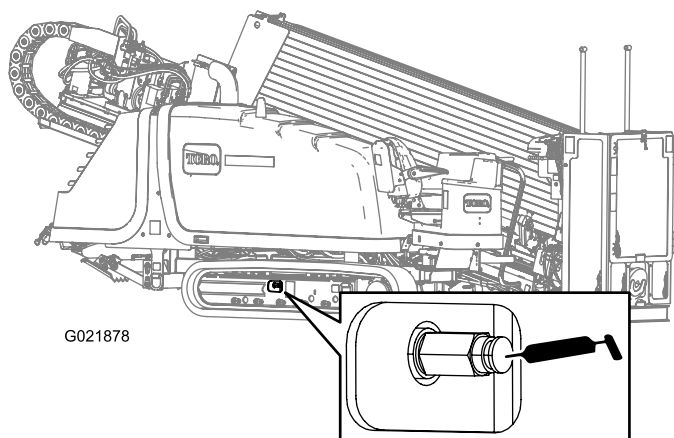

Figure 137
2. Enlevez les saletés et les débris déposés autour du graisseur de tension de la chenille (Figure 137).
4. Injectez de la graisse dans le graisseur jusqu'à ce que la tension atteigne 22 063 kPa (3 200 psi), comme montré à la Figure 137.
4. Tournez le graisseur dans le sens antihoraire **d'un tour seulement** (Figure 137).